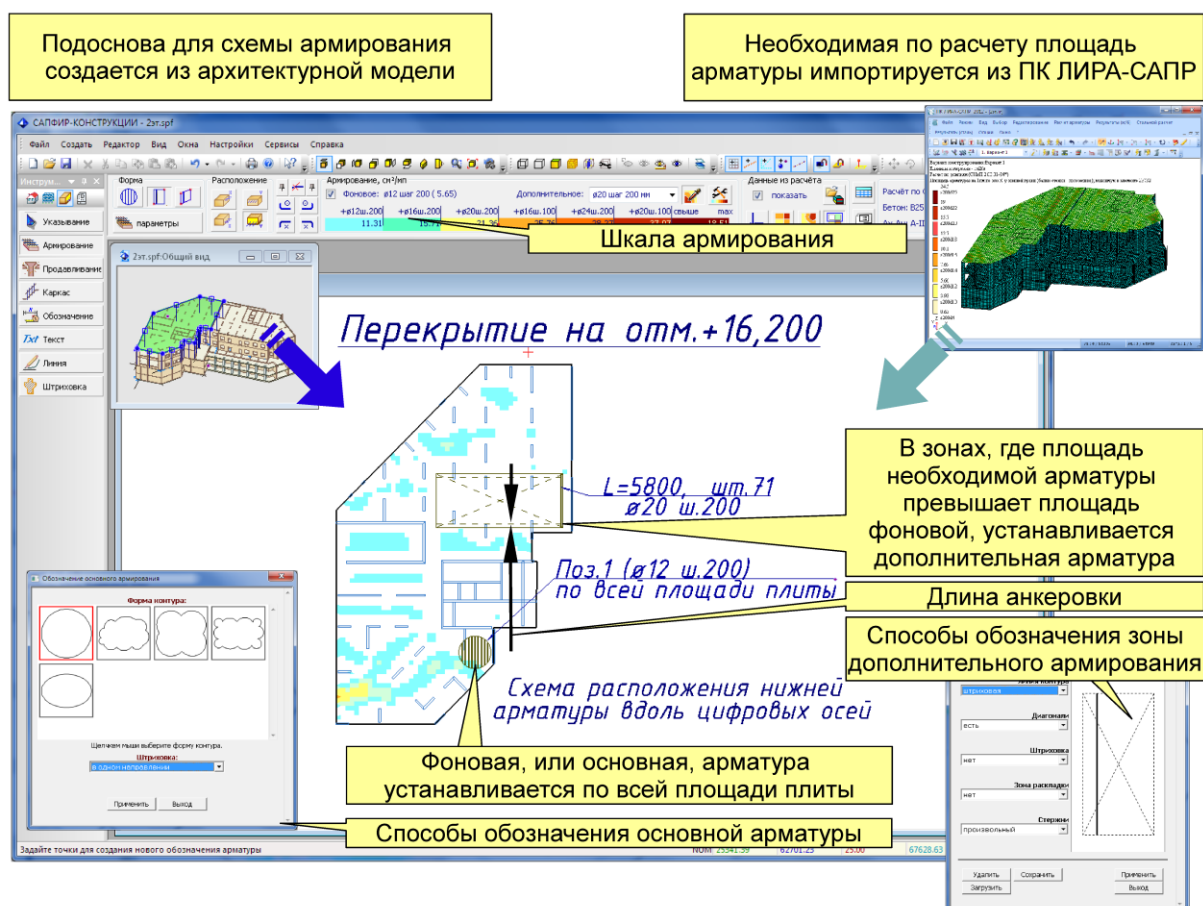
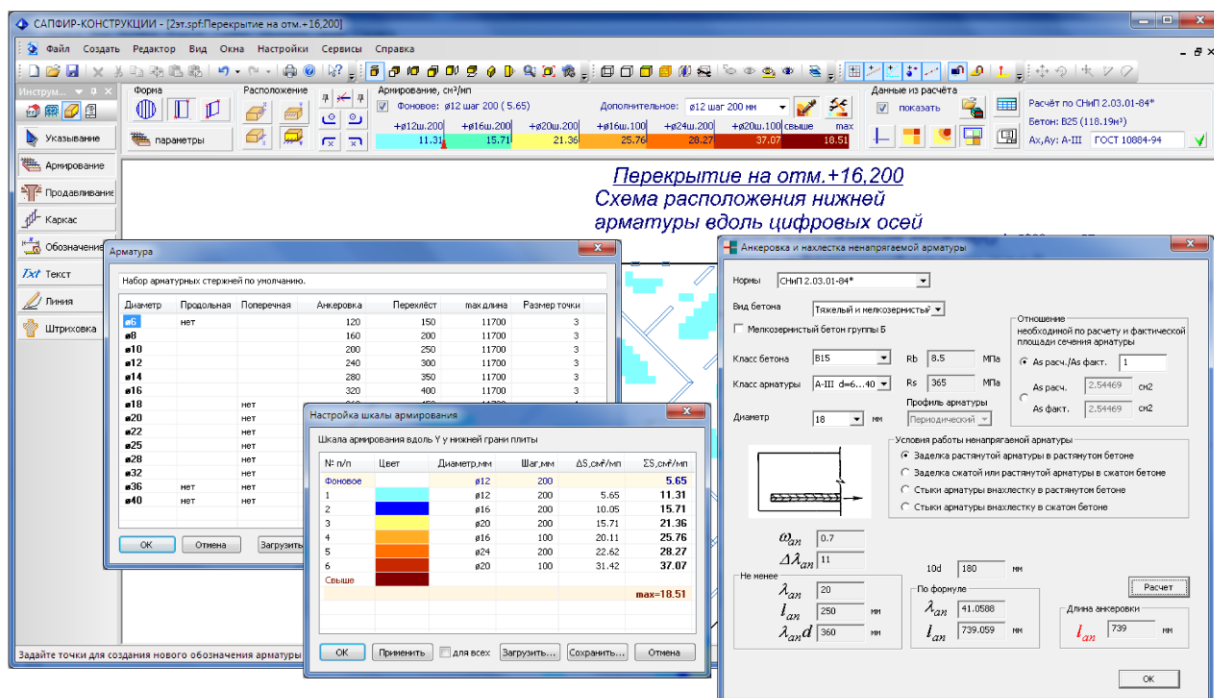

Рис. 18. Создание схемы продольного армирования плиты
Рис. 19. Задание используемой арматуры, ее шага и анкеровки
- Устанавливается дополнительная арматура. Дополнительная арматура устанавливается в виде зон армирования в форме прямоугольника или параллелограмма, рис. 18. Эти зоны армирования автоматически дополняются участками анкеровки стержней согласно заданной пользователем длины анкеровки. САПФИР-ЖБК предоставляет инструмент для вычисления необходимой длины анкеровки по ДСТУ 3760-98 или по СНиП 2.03.01-84, рис. 19. Для анкеровки можно также использовать загибы.
В плите устанавливается основная и дополнительная арматура. Основная, или фоновая, арматура устанавливается по всей площади плиты. Дополнительная арматура устанавливается в местах, где площади фоновой арматуры не хватает, то есть в местах, где площадь требуемой по расчёту арматуры больше, чем площадь фоновой арматуры. Диаметр и шаг стержней фоновой арматуры задается в окне «Настройка шкалы армирования», рис. 19. Участки, на которых площадь фоновой арматуры не меньше площади требуемой арматуры, заливаются на схеме армирования белым, см. рис. 18. Участки, где площадь фоновой арматуры меньше, чем площадь требуемой, остаются залитыми некоторым цветом, образуя «островки». Чтобы покрыть недостающую площадь, в таких местах необходимо установить дополнительную арматуру. Зоны дополнительной арматуры в САПФИР-ЖБК могут иметь форму прямоугольника или параллелограмма. В момент создания зоны дополнительного армирования САПФИР-ЖБК автоматически производит выбор комбинации диаметр + шаг стержней арматуры так, чтобы такая комбинация обеспечила площадь не меньше недостающей. Выбор происходит только из комбинаций, определенных пользователем в диалоге «Настройка шкалы армирования», рис. 19. Каждая такая комбинация имеет на шкале армирования свой собственный цвет, поэтому, проще говоря, когда пользователь растягивает прямоугольник зоны дополнительного армирования, программа сама выбирает для нее арматуру с
Во время создания к зоне дополнительного армирования прибавляется дополнительный участок, длина которого равна длине анкеровки, см. рис.18. Длина анкеровки во время создания зоны автоматически выбирается из таблицы «Арматура», см. рис. 19. По умолчанию длина анкеровки равна 20 диаметрам арматурного стержня. Для более точного определения длины анкеровки в САПФИР-ЖБК есть специализированный инструмент под названием «Анкеровка и нахлестка ненапрягаемой арматуры», см. рис. 19.